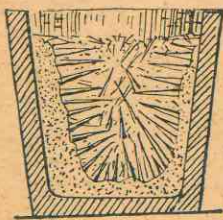

Fig. 30. - Fusión
34. Procedimientos de cristalización. — Los cuerpos cristalizan de ordinario cuando pasan lentamente al estado sólido, siendo los cristales tanto mayores cuanto más despacio se van formando. Este paso al estado sólido se verifica: 1º por *vía seca*: enfriamiento de un cuerpo fundido (*cristalización por fusión*), ejemplo: el azufre (fig. 30), o *condensación de su vapor*, dado el caso que el cuerpo se volatilice sin fundirse; (*cristali-*